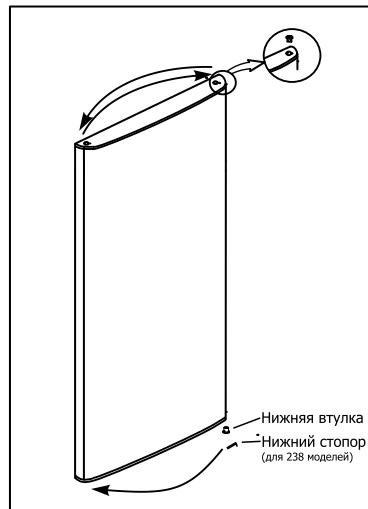

Рисунок 7.
**6** - С верхней стороны двери холодильной камеры поменяйте местами втулку и колпачок втулки (дополнительно прилагается в комплекте с документацией (Рис.7)). Снимите нижнюю втулку, нижний стопор(только для 238 модели) и перенесите их на левую сторону.